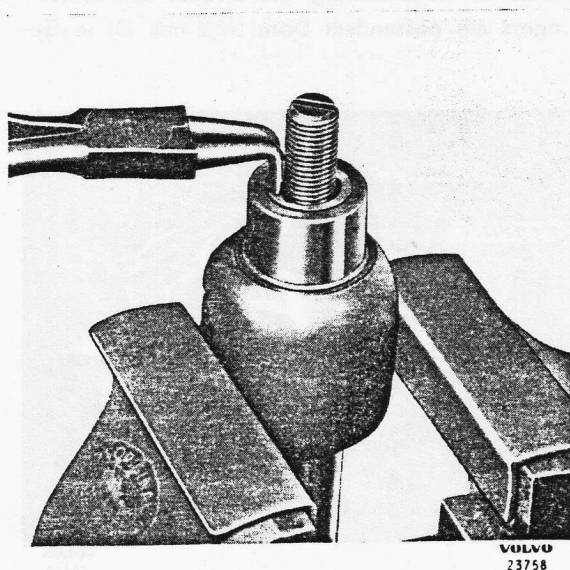

Bild 6-22. Einstellschraube ausbauen
9. Die Einstellschraube (2. Bild 6-16) kann von der Lenkrollenwelle abgenommen werden, nachdem der Sicherungsring (Bild 6-22) entfernt worden ist.